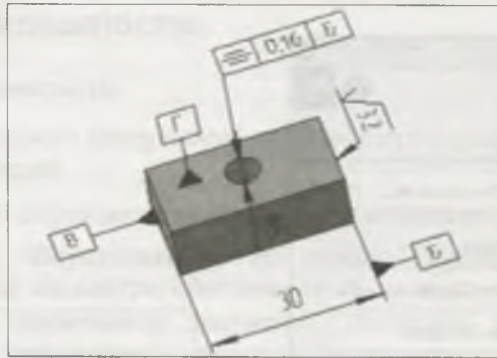

Рис. 28.14. Варианты простановки обозначения базы и допуска формы на модели Вкладыш
Примеры простановки обозначения базы представлены на рис. 28.14.
- ◆ нажмите кнопку **Создать объект** — система ввела обозначение допуска формы. В **Дереве** модели появился новый элемент **Обозначение допуска формы**. Вариант построения допуска формы показан на рис. 28.14;